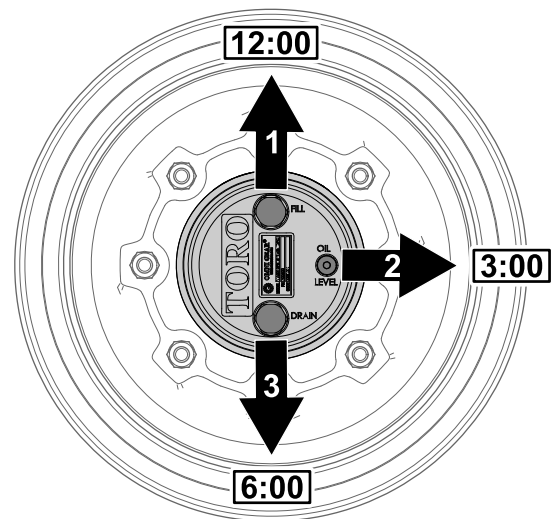

Bild 104
- Parken Sie die Maschine auf einer ebenen Fläche und positionieren Sie das Rad so, dass die Füllschraube auf 12 Uhr, die Prüfschraube auf 3 Uhr und die Ablassschraube auf 6 Uhr steht (Bild 104).
- Entfernen Sie die Prüfschraube, die auf 3 Uhr steht (Bild 104).
1. Parken Sie die Maschine auf einer ebenen Fläche und positionieren Sie das Rad so, dass die Füllschraube auf 12 Uhr, die Prüfschraube auf 3 Uhr und die Ablassschraube auf 6 Uhr steht, siehe Bild 104 in Prüfen des Ölstands im Planetengetriebe \(Seite 78\).